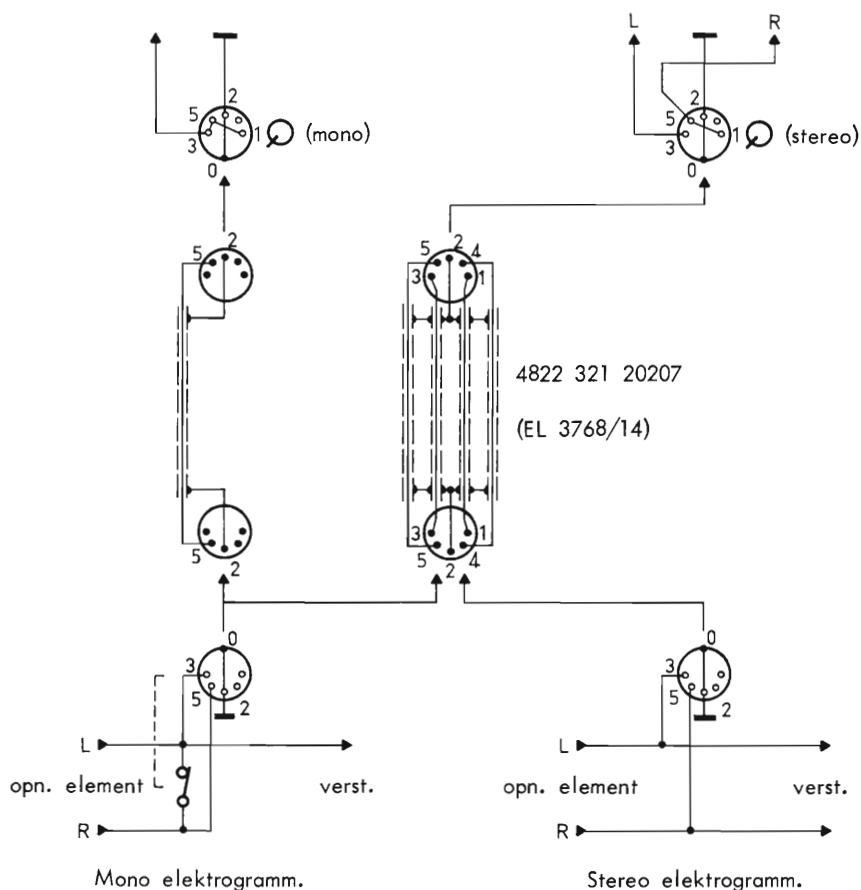

fig. 37
### a. DE STEREO-AANSLUITBUS VAN EEN MONAURALE ELEKTROGRAMMOFOON (fig. 37)
In dat geval kan het enkelvoudige verbindingssnoer van fig. 37 worden gebruikt, dat op de grammofooningang van het tweede apparaat wordt aangesloten.
b. DE STEREO-AANSLUITBUS VAN EEN STEREO-ELEKTROGRAMMOFOON (fig. 37)